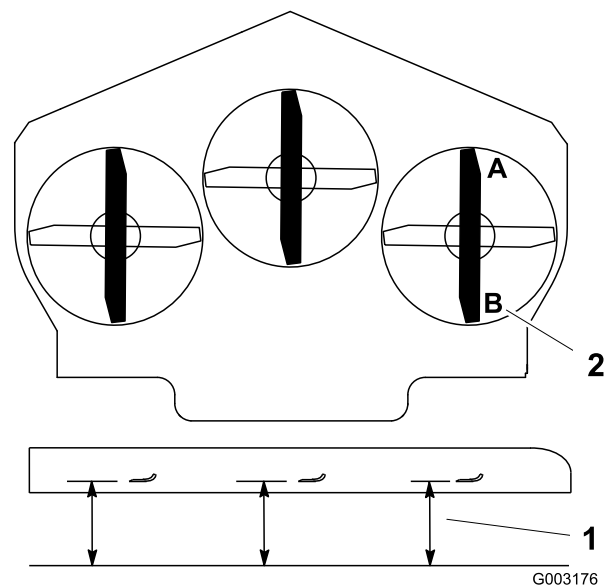

Figura 80
1. Disponete la lama destra in posizione longitudinale rispetto alla macchina (Figura 80).
2. Misurate la lama destra al punto **A** da una superficie piana fino al tagliente della punta della lama (Figura 80).
4. Misurate la lama destra al punto **B** da una superficie piana fino al tagliente della punta della lama (Figura 80).
6. La lama del tosaerba deve essere da 6 a 10 mm più bassa al punto **A** rispetto al punto **B** (Figura 80). In caso contrario eseguite la seguente operazione.